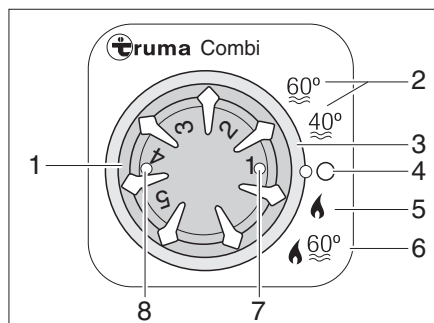

Fig. 326 Centralina di controllo per riscaldamento/boiler
- Impostare la modalità di funzionamento tramite l'interruttore girevole (Fig. 326,3).
Il riscaldamento seleziona da solo lo stadio necessario del bruciatore a seconda dello stadio di riscaldamento regolato. Durante la modalità di funzionamento "Riscaldamento e boiler" (Fig. 326,6) si riscalda anche l'acqua nel boiler. Nella modalità di funzionamento "Riscaldamento senza boiler" (Fig. 326,5) il riscaldamento può funzionare anche con boiler vuoto.
- Posizionare la manopola della temperatura (Fig. 326,1) della centralina di controllo sullo stadio di riscaldamento desiderato.
- Posizionare l'interruttore girevole (Fig. 326,3) sul funzionamento invernale "Riscaldamento senza boiler" (Fig. 326,5) o sul funzionamento invernale "Riscaldamento e boiler" (Fig. 326,6).
La spia di controllo verde (Fig. 326,7) si accende.
- Posizionare l'interruttore girevole (Fig. 326,3) su "O" (Fig. 326,4).